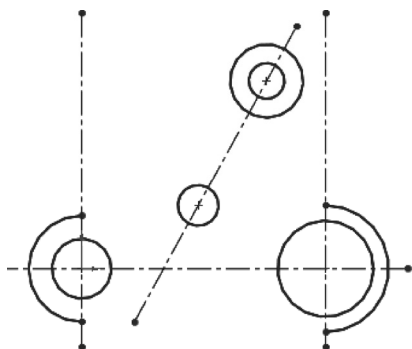

图 2-27 绘制圆 2
⑤ 单击“草图”快速访问中的“圆”按钮，弹出“圆”属性管理器。分别在斜中心线上绘制 3 个圆，单击“确定”按钮，绘制的圆如图 2-27 所示。